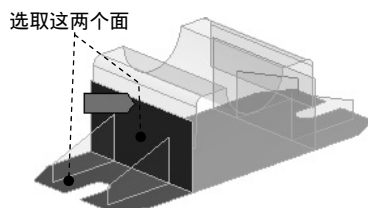

图 7.7.15 定义 Master 几何对象
(2) 选择 Master 几何对象。选择图 7.7.15 所示的两个面为 Master 对象,单击 **Master Geometry** 文本框中的 **Apply** 按钮确认。